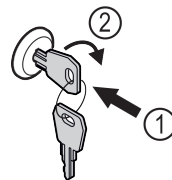

Fig. 191
- Schlüssel hineindrücken. Fig. 191 (1)
- Schlüssel um 90° im Uhrzeigersinn drehen. Fig. 191 (2)